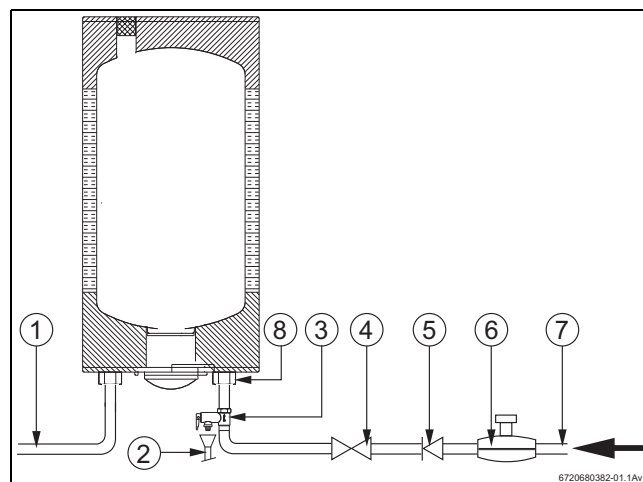

Fig. 10 Conexión del agua
- Instalar a válvula de seguridad en la entrada de agua del termo eléctrico (véase Fig. 10).